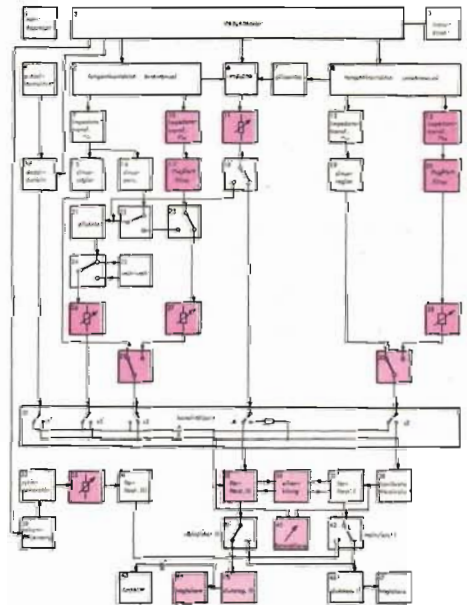

Fig 11. Blockschemat över hela orgeln. De i denna del behandlade enheterna är färglagda.
Därmed har vi avslutat beskrivningen av orgelns grundversion. Fig 11 visar hur långt vi har hunnit. I de tidigare avsnitten har nätaggregatet (1), tongeneratorn (2) och tangentkontaktarna (5 och 8) beskrivits. Här har vi nu tagit ett stort steg mot fulländningen. "Byggpaket 7" för enkanalvarianten och "Byggpaket 8" för tvåkanalutförandet — omfattar då förförstärkaren, slutförstärkaren (70 W), fotsvällaren och högtalaren, motsvarande rutorna 35, 36, 41, 44 och 45 (för tvåkanalutförandet tillkommer 37, 46 och 47). I princip är orgeln — elektriskt sett — spelklar, möbeln fattas dock. Den och framför allt många elektroniska finesser återstår.